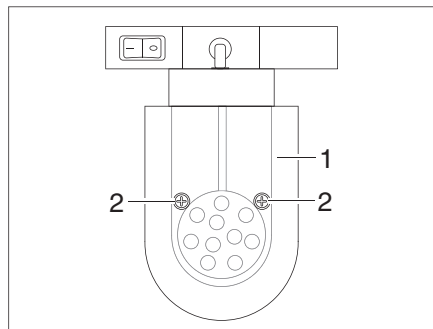

Bild 295 Halogenspotleuchte (verschiebbar)
- Befestigungsschrauben (Bild 295,2) lösen.
- Lampenglas (Bild 295,1) vorsichtig abnehmen.